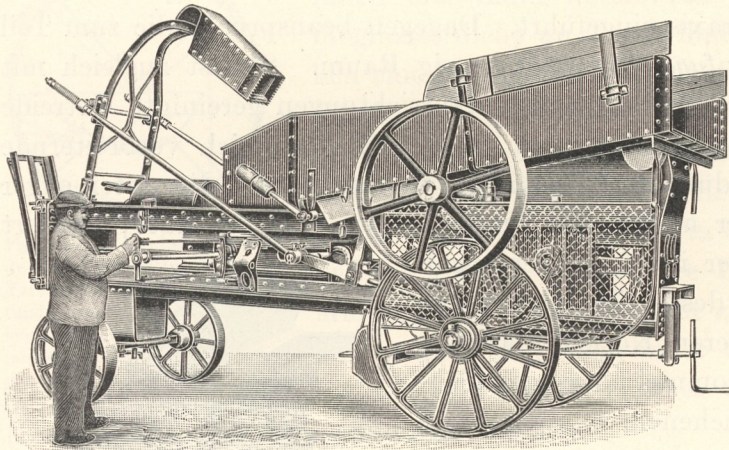

Fig. 867. Krummstroh-(Ballen-)presse von Gebr. Welger, Seehausen.
a) Die **Krummstroh- oder Ballenpressen** (Fig. 867) drücken das Stroh sehr fest in viereckige, mit Draht zu bindende Ballen zusammen und eignen sich daher besonders für diejenigen Wirtschaften, die einen erheblichen Teil ihres Strohes oder Heues mit der Eisenbahn verladen. Das Schnüren der Ballen geschieht durch zwei Personen, die die Drähte abschneiden und neuen Draht zum Verschnüren einführen. Hilfe leistet ihnen dabei eine Drahtabfang-Vorrichtung; diese zieht den